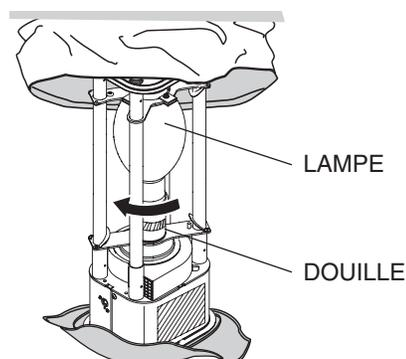

Figure 38. Retrait de la lampe
5. Enlever la lampe de la douille en faisant tourner la lampe dans le sens anti-horaire. Voir Figure 38.